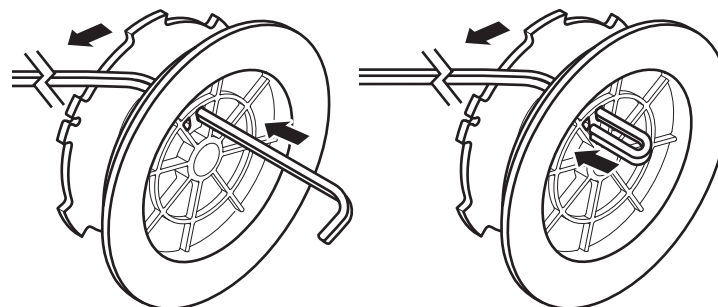

Fig. 32
2. Inserte un extremo del hilo a través de uno de los dos orificios del carrete interno. Tire del hilo a través del carrete interior hasta que queden aproximadamente 4 pulgadas (10 cm) (Fig. 32).
3. Inserte el extremo de la sección de 4 pulgadas dentro del orificio abierto del carrete interior y tire del hilo ajustando para que el lazo sea lo más pequeño posible (Fig. 32).